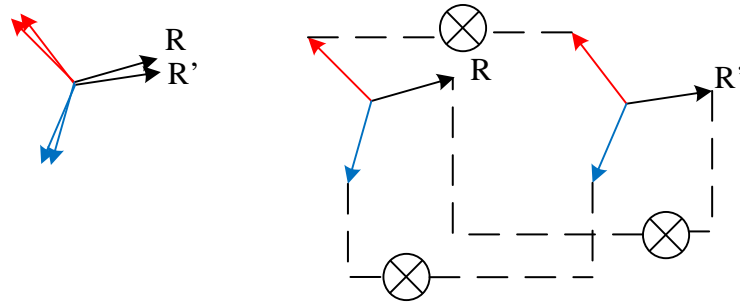
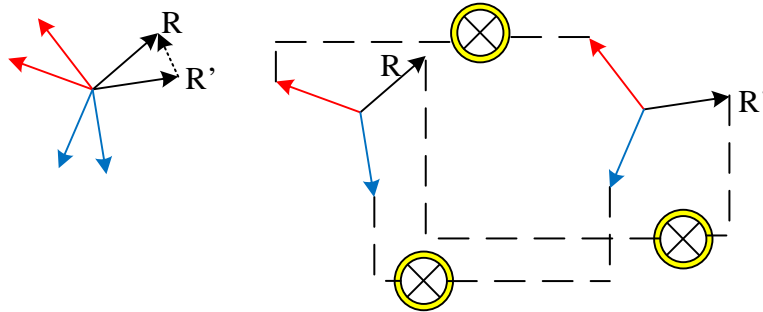
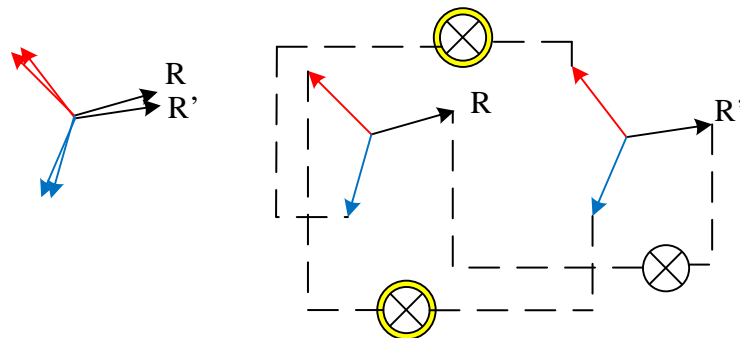

Figura 1: Tensions, seqüència i fase iguals
Figura 2: Tensions i seqüència iguals però desfasades
Figura 3: Tensions, seqüència i fase iguals però sincronoscopi amb dues fases permutades
En la Figura 1 es mostra el cas en el que les tensions i la seqüència són iguals i el desfasament és zero. En aquest cas les bombetes no s'il·luminen perquè no hi ha diferència de tensió en els seus borns. En el cas de la Figura 2 es produeix un desfasament que provoca que s'il·luminin les tres bombetes. Per últim, en la Figura 3 es permuten dues fases del sincronoscopi de làmpades i es veu com s'il·luminen dues làmpades encara que les tensions són iguals en fase i en valor eficaç, i estan en la mateixa seqüència. Com es pot veure, les bombetes s'il·luminen perquè hi ha una diferència de tensió en borns de les bombetes.
1. Descriu el sistema de la Figura 1: Elements i instruments de mesura